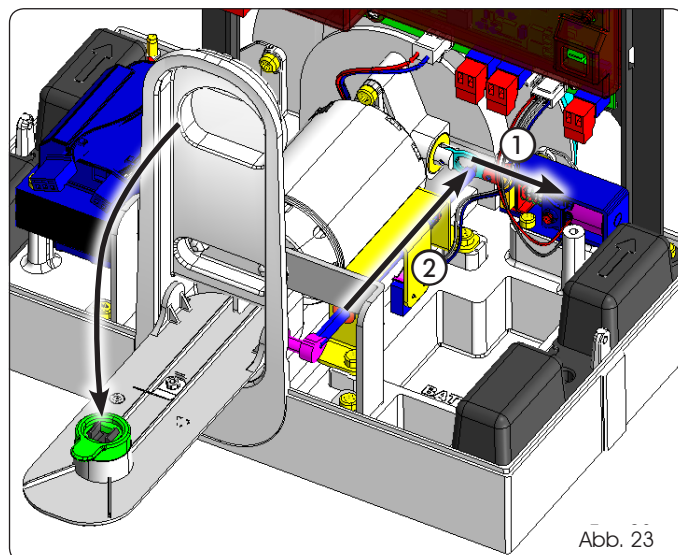

Abb. 23
Den Entriegelungshebel nach unten schieben, damit der Motorblock nach hinten fährt (Abb. 23 Bez. ①) und der Sicherheitsmikroschalter die Automation auf STOP schaltet (Abb. 23 Bez. ②).